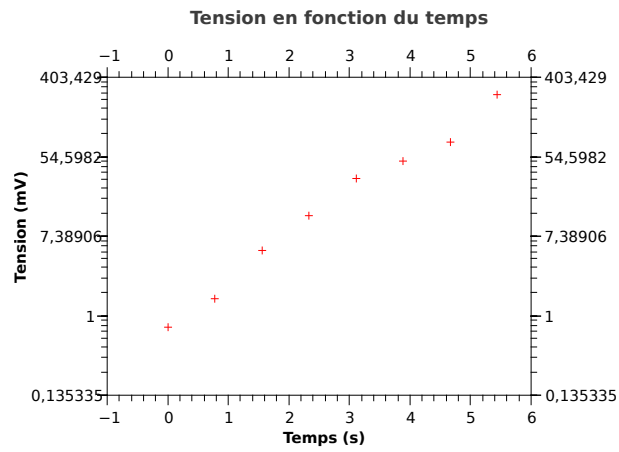

FIG. 2 – Graphe sans incertitudes
2. Tracer "Tension" en fonction de "Temps". Accéder aux propriétés du graphe en double-cliquant sur un des points du graphe. Modifier le Style, la taille, la couleur, la largeur pour obtenir un résultat similaire à la figure 2.